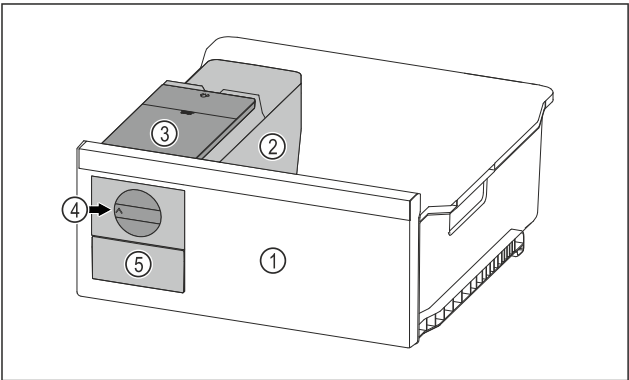

Fig. 78 Immagine a titolo di esempio
- Ruotare la manopola Fig. 78 (4) verso destra finché non si arresta.
- I cubetti di ghiaccio cadono dalla ciotola dei cubetti di ghiaccio nel cassetto dei cubetti di ghiaccio Fig. 78 (5). Se non tutti i cubetti di ghiaccio fuoriescono dalla ciotola dei cubetti di ghiaccio: